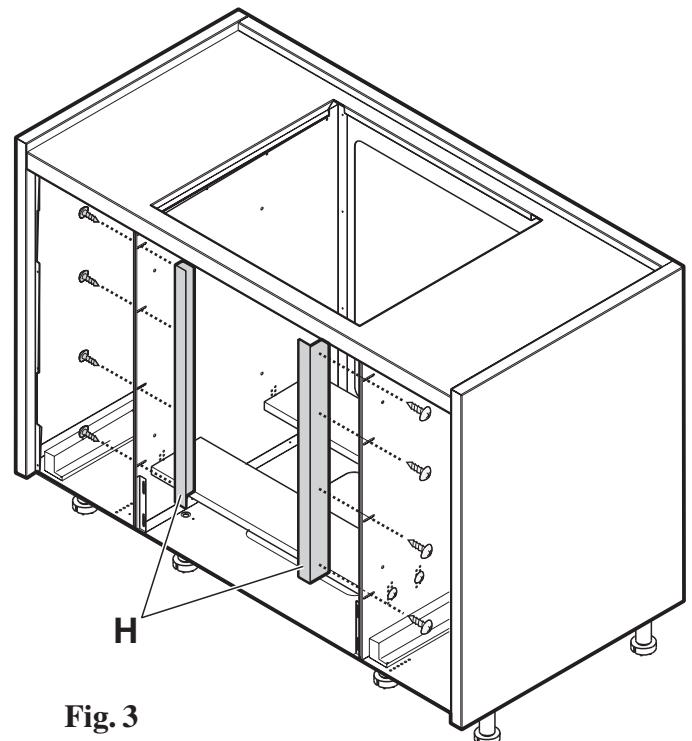

Fig. 3
- Desloque os suportes **H** à profundidade desejada (os suportes devem ser postos numa posição que permita à moldura do forno, com a instalação terminada, ficar alinhada com as gavetas laterais). **Fig. 3.**